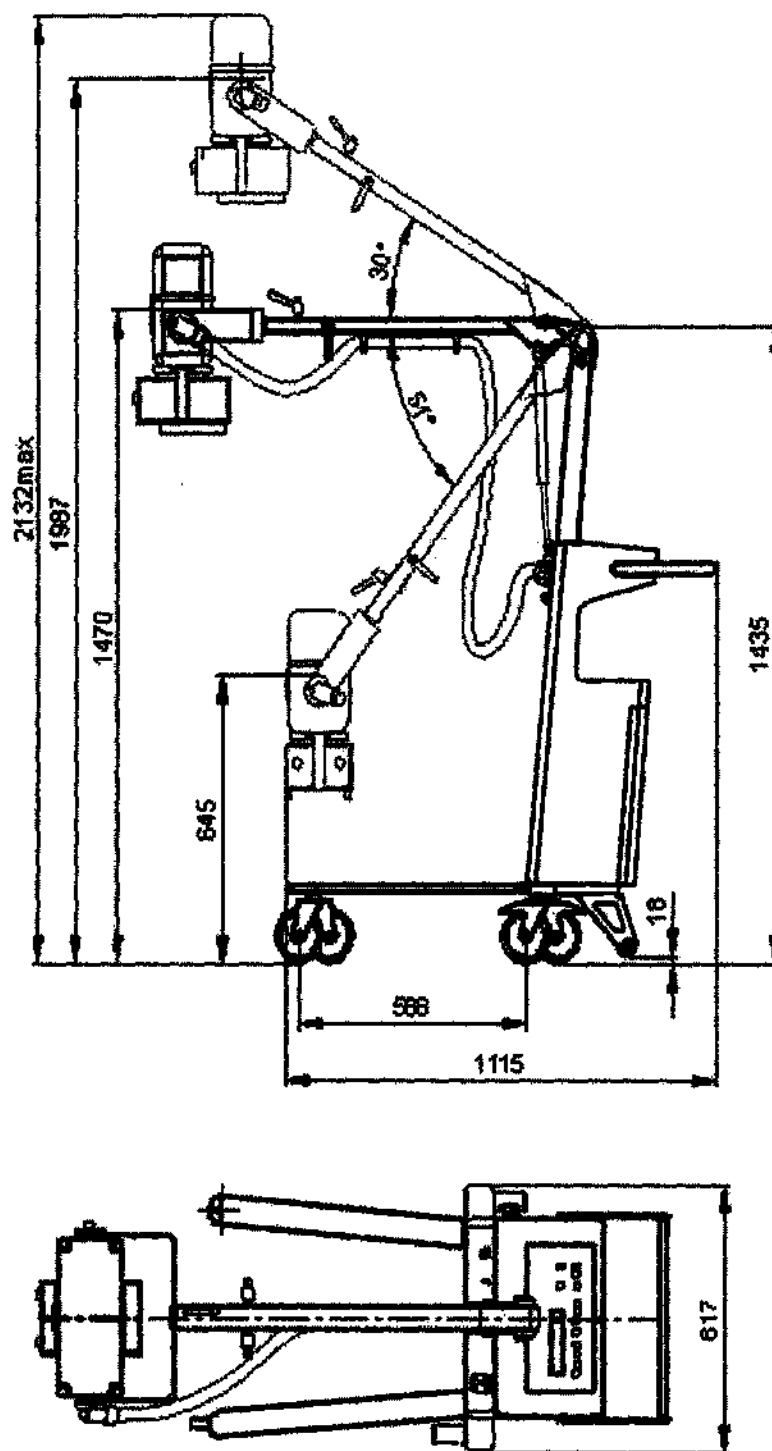

Рисунок 3
1.2.2 Масса и размеры аппарата (рисунок 3)